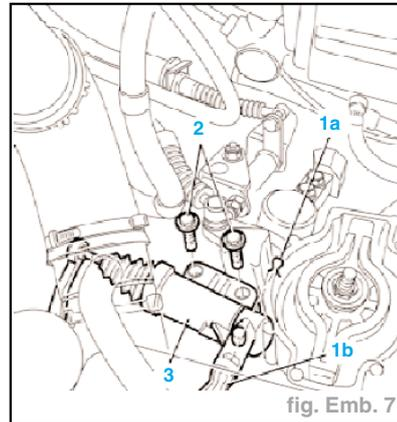

fig. Emb. 7
- Enlever le ressort (1a) et débrancher la canalisation (1b) du cylindre récepteur/ de l'actionneur (fig. Emb. 7).
- Dévisser les vis de fixation (2).
- Déposer le cylindre récepteur du compartiment moteur (3).